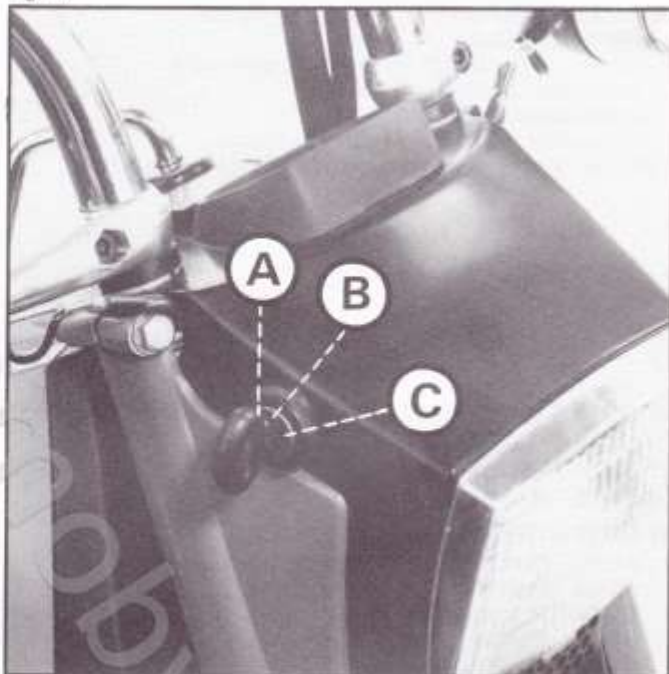

Fig. 11
- Tourner la clé de contact sur la position B, (fig. 11)